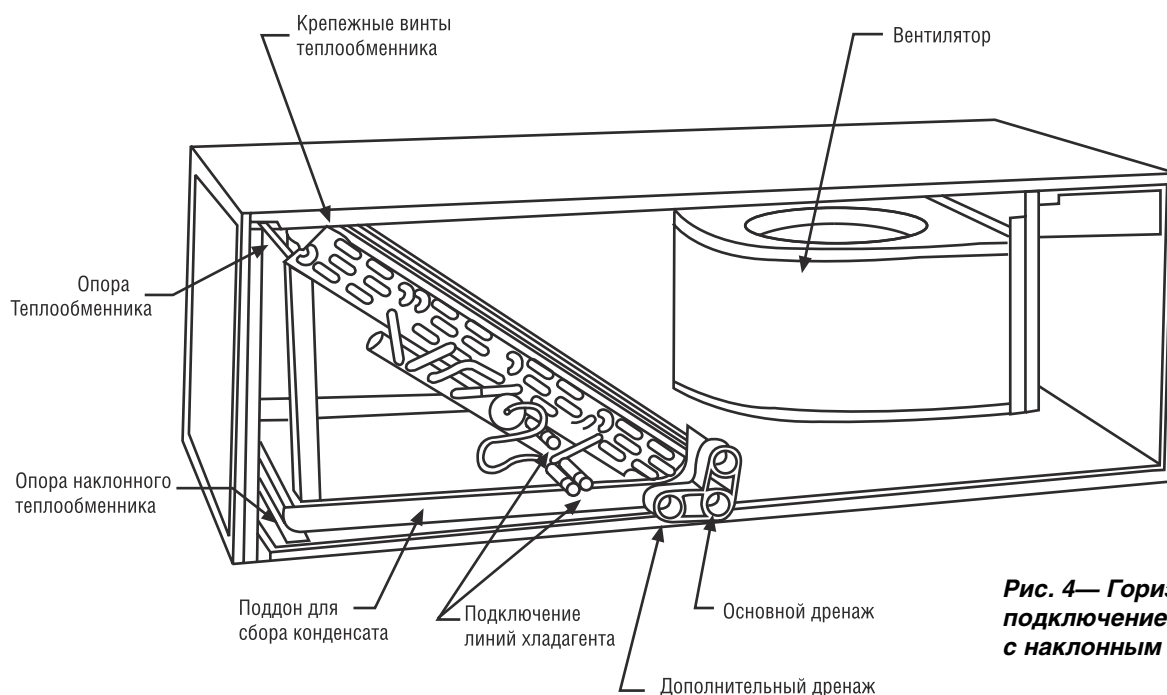

Рис. 4— Горизонтальное подключение справа фанкойла с наклонным теплообменником
1. Снимите панель доступа к вентилятору и теплообменнику и монтажную панель (см. рис. 4.)
4. Положите фанкойл на правую сторону и установите теплообменник вниз поддоном для сбора конденсата (см. рис. 4).